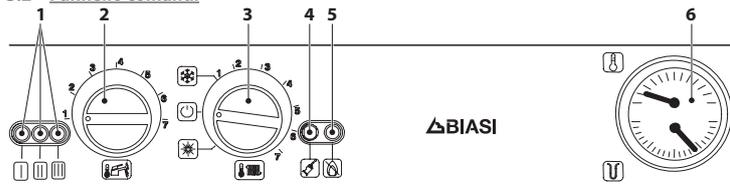
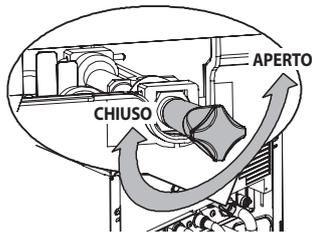

Figura 3.1
Figura 3.10
La lampada segnalazione blocco 5 in Figura 3.1 è accesa. Premere il pulsante di ripristino 4.
- Alimentate elettricamente la caldaia azionando l'interruttore bipolare previsto nella installazione; la lampada di segnalazione 1 in Figura 3.1 fa un breve lampeggio circa ogni 4 secondi.
Aprire il rubinetto di riempimento in Figura 3.10 posto sotto la caldaia e verificate contemporaneamente la pressione del circuito riscaldamento sul manometro in 6 in Figura 3.1). La pressione dovrà essere compresa tra un valore di 1 bar, 1,5 bar. Ad operazione effettuata, richiudete il rubinetto di riempimento e sfiatate eventualmente l'aria presente nei radiatori.
Per un servizio razionale ed economico fate installare un termostato ambiente. Non chiudete mai il radiatore del locale nel quale è installato il termostato ambiente. Se un radiatore (o un convettore) non riscalda, verificate l'assenza d'aria nell'impianto e che il rubinetto dello stesso sia aperto. Se la temperatura ambiente è troppo elevata, non agite sui rubinetti dei radiatori, ma diminuite la regolazione della temperatura riscaldamento tramite il termostato ambiente o con la manopola regolazione riscaldamento 3 in Figura 3.1.
Se la caldaia non funziona e la lampada segnalazione blocco (4 in Figura 3.1) è accesa la caldaia è in blocco di sicurezza. Per ripristinare il suo funzionamento premere il tasto reset 5 (Figura 3.1) sul pannello comandi della caldaia.